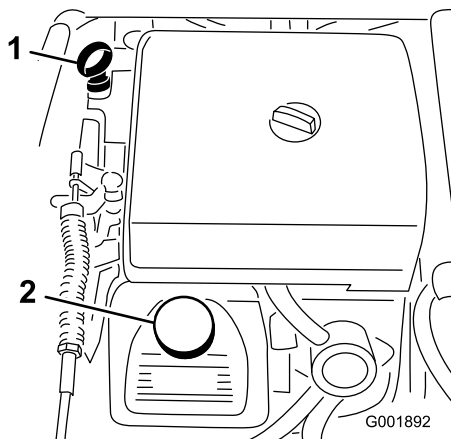

Bild 20
2. Nehmen Sie den Peilstab heraus und wischen Sie ihn mit einem sauberen Lappen ab (Bild 20). Stecken Sie den Peilstab in das Rohr und stellen Sie sicher, dass er vollständig eingeführt ist. Nehmen Sie den Peilstab heraus und prüfen Sie den Ölstand.
3. Wenn der Ölstand niedrig ist, nehmen Sie den Deckel des Einfüllstutzens von der Ventilabdeckung ab (Bild 20) und füllen Sie Öl auf, bis der Ölstand die Vollmarke am Peilstab erreicht. Angaben zur richtigen Ölsorte und zur Viskosität finden Sie unter Warten des Motoröls im Wartungsabschnitt. Gießen Sie Öl langsam ein und prüfen Sie den Ölstand häufig während des Füllens. Füllen Sie nicht zu viel ein.